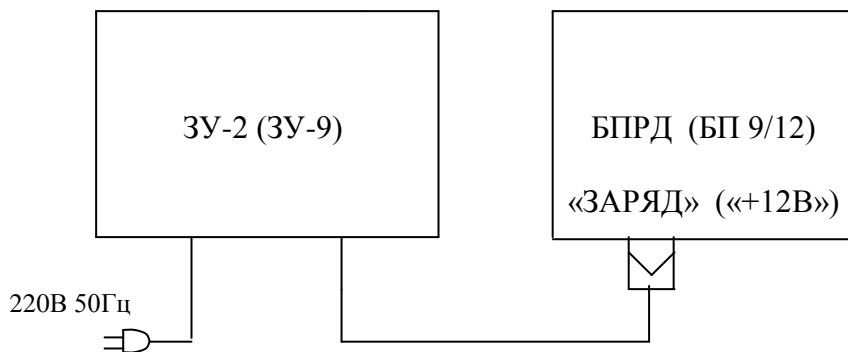

Рис. 10. Схема подключения зарядного устройства ЗУ-2 (ЗУ-9).
3. Подключите зарядное устройство ЗУ-9(ЗУ-2) к БП (БПРД) (см. Рис. 10).